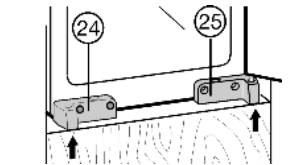

Fig. 12
- ▶ Apparaat in de diepte uitlijnen: voorkant van het lagerblok Fig. 12 (24), lagerblok Fig. 12 (25) en bevestigingshoek Fig. 12 (22) sluitend met de voorkant van de onderkant en zijwand van het kastje uitlijnen.